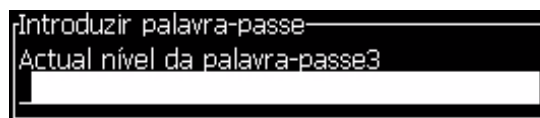

Figura 4-11: Caixa de diálogo Digitar senha
- 1 Pressione *Alt + w* e selecione a opção *Digitar senha* no menu *Senha*. A caixa de diálogo *Nova senha* aparece (veja Figura 4-11).